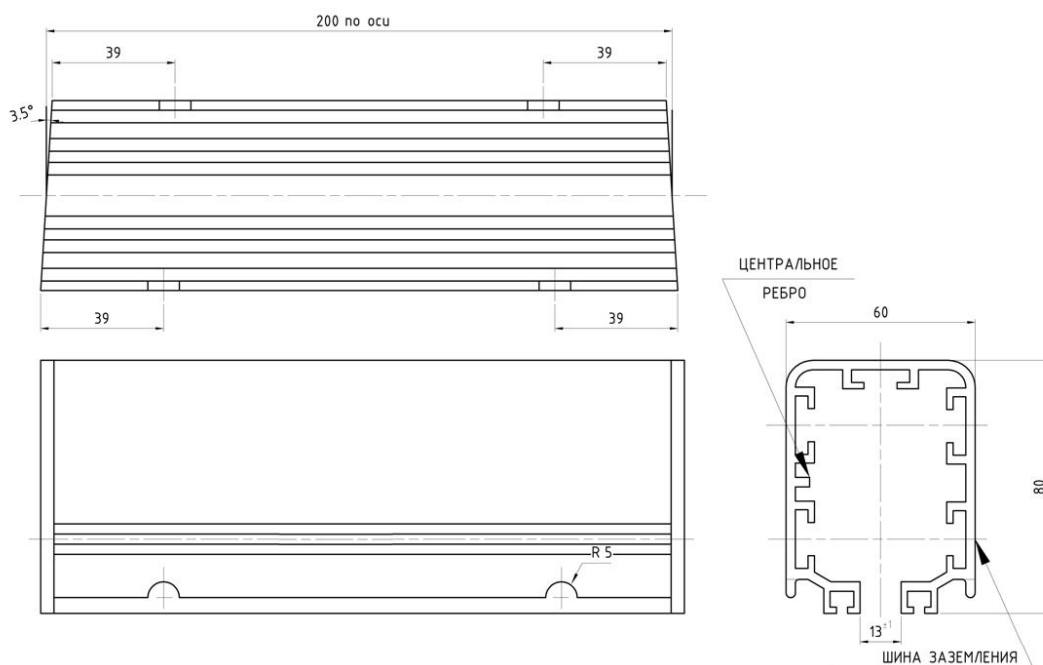

Рисунок 23 – Общий вид стандартного элемента для кривых.
3.22. Характеристика элемента для внешней дуги (поворот налево) (см. рис.23):